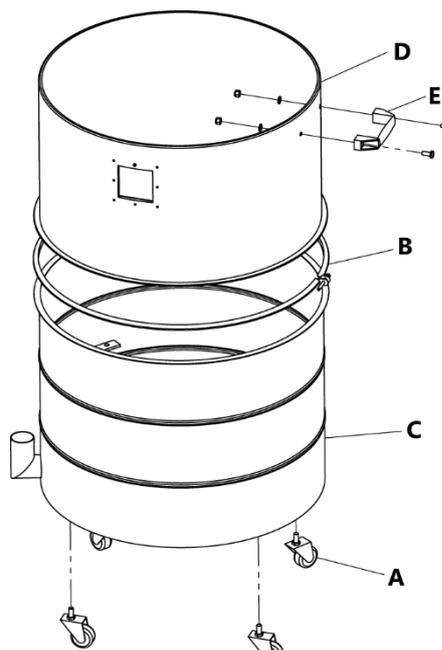

Рисунок 8.
Прикрепите четыре колеса (А) к днищу бункера отходов (С), рис. 8. При помощи V-образного зажима (В), Ø644 мм, соедините нижнюю и верхнюю части (С) и (D) бункера.